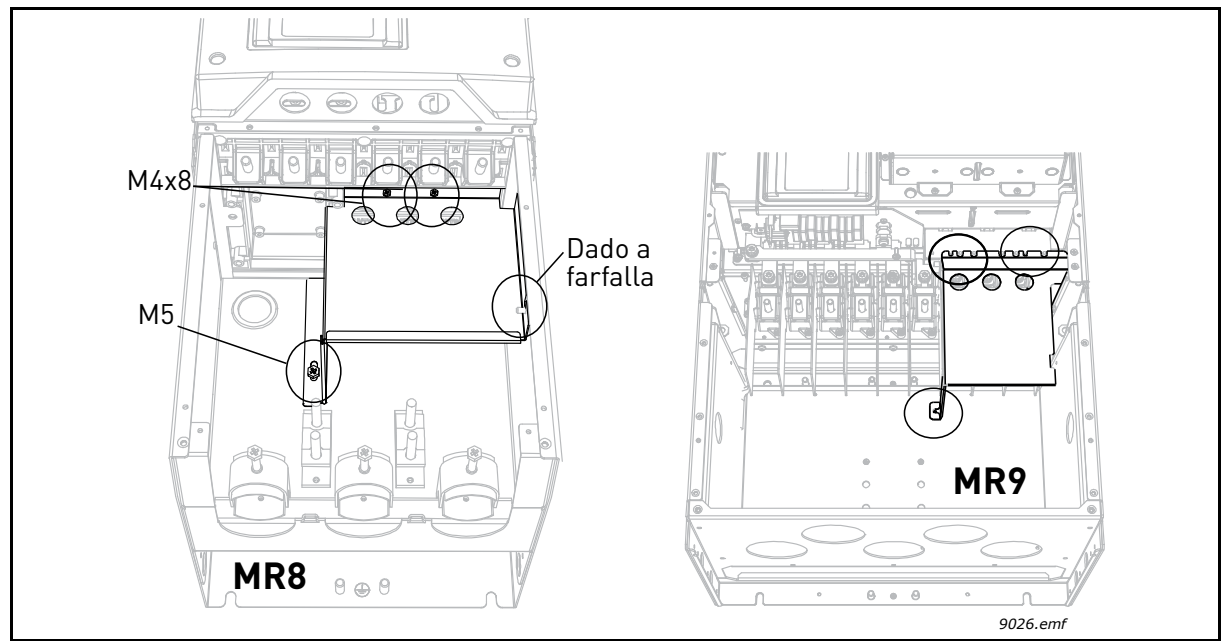

Figura 29.
**12** Rimontare la schermatura EMC (vedere la Figura 29), quindi rimontare la piastra di tenuta dell'inverter MR9 (vedere la Figura 29).